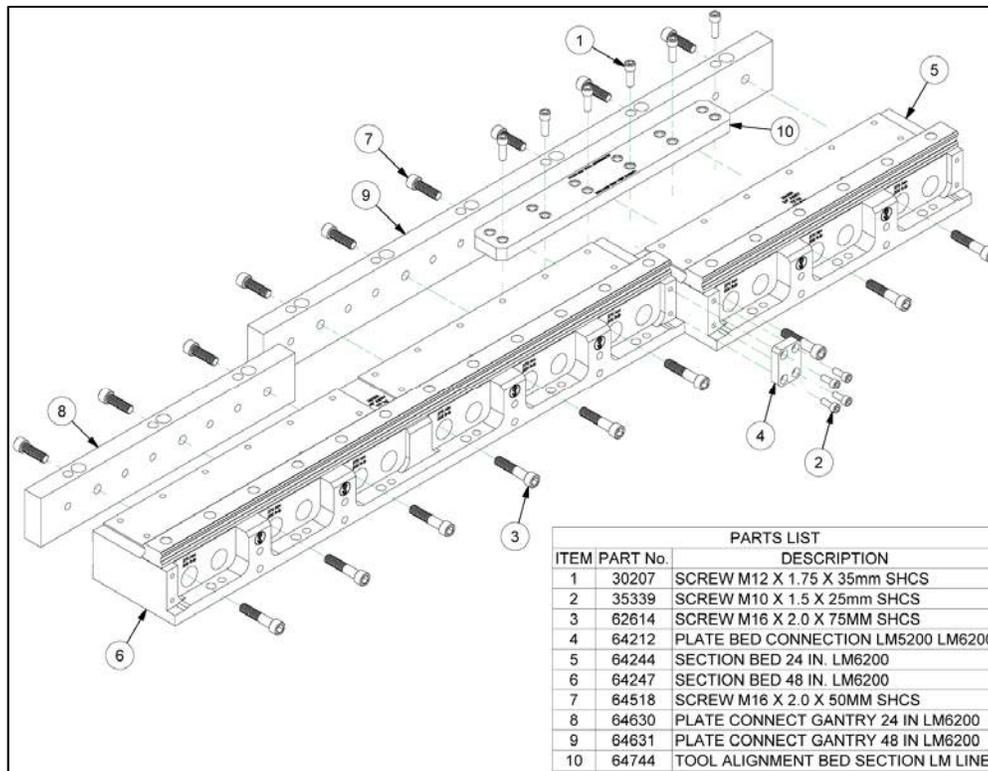

Figura 7
1. Coloque una sección de lecho de 48 pulgadas (Elemento 6), una sección de lecho de 24 pulgadas (Elemento 5), una placa de conexión de pórtico de 24 pulgadas (Elemento 8) y una placa de conexión de pórtico de 48 pulgadas (Elemento 9), como se muestra en Figura 7.
5. Coloque la herramienta de alineación de lecho (Elemento 10) en las secciones mostradas en Figura 7, y apriete los cierres a 65 pies-libras.
7. Instale una placa de conexión de lecho (Elemento 4), como se muestra en . Figura 7, y apriete los cierres (Elemento 2) a 40 pies-libra.